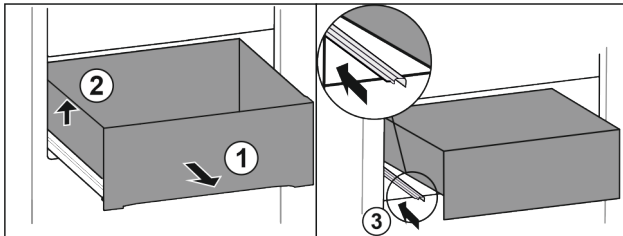

Fig. 62
- ▶ Изтеглете чекмеджето докрай. Fig. 62 (1)
- ▶ Повдигнете чекмеджето отляво. Fig. 62 (2)
- ▶ Вкарайте лявата релса. Fig. 62 (3)